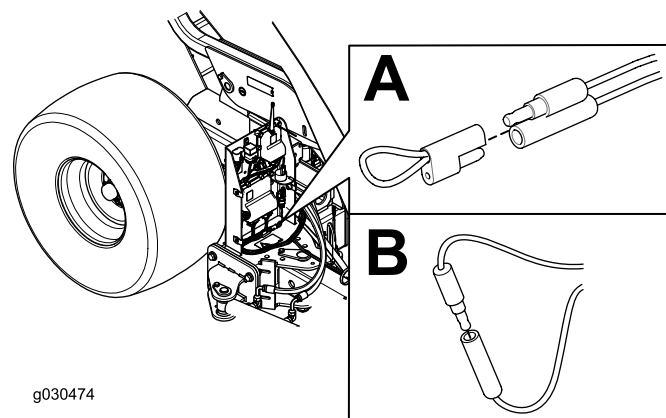

Figura 41
- 4. Retire el tapón de los 2 conectores de derivación diagnósticos (Figura 41 A).
- 5. Conecte entre sí los conectores de derivación diagnósticos (Figura 41 B).